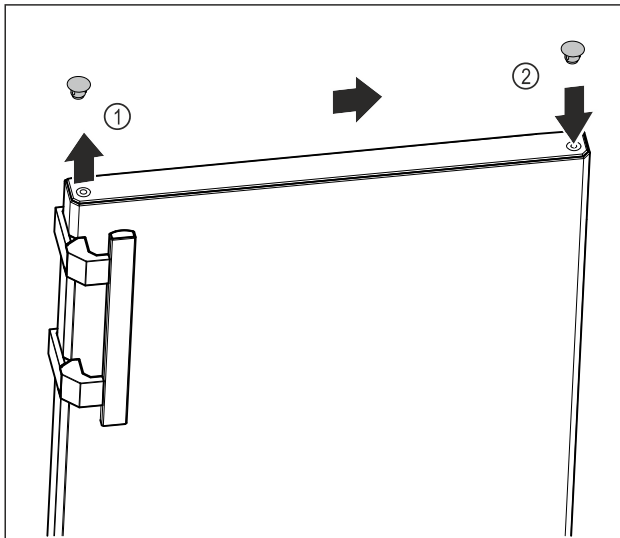

Fig. 17
- ▶ Ngrini lart me kujdes tapat mbuluese të anës së derës Fig. 17 (1) me një kaçavidë me kokë petë.
- ▶ Vendosni tapat mbuluese në anën e kundërt. Fig. 17 (2)